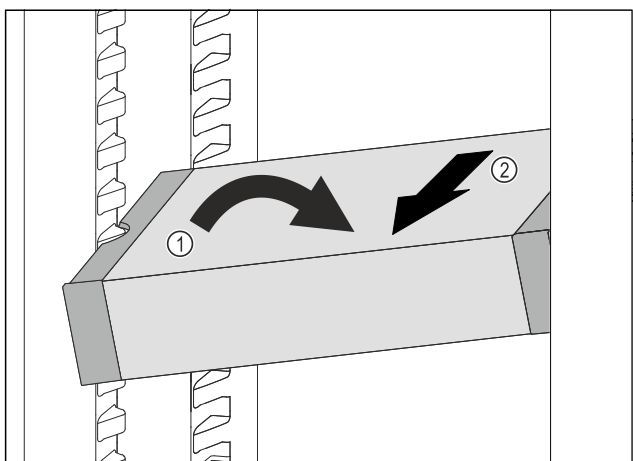

Fig. 89
- VarioSafe postavte v chladničke šikmo. Fig. 89 (1)
- VarioSafe vyberte dopredu. Fig. 89 (2)